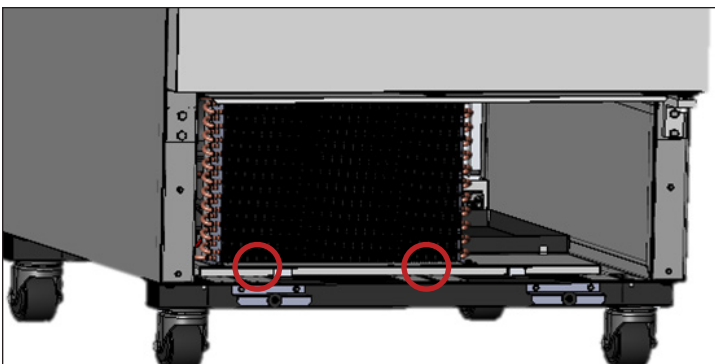

Fig. 5. Retire los pernos de la base del condensador.
5. Retire los pernos de la base del condensador. Véase la fig. 5.